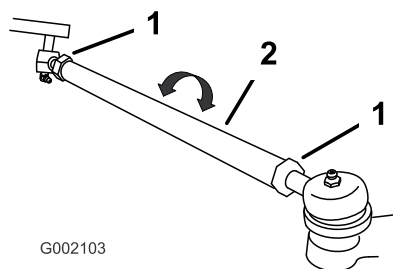

Figure 45
7. Si les mesures ne sont pas comprises entre 0 et 6 mm, desserrez les écrous de blocage aux deux extrémités des biellettes (Figure 45).